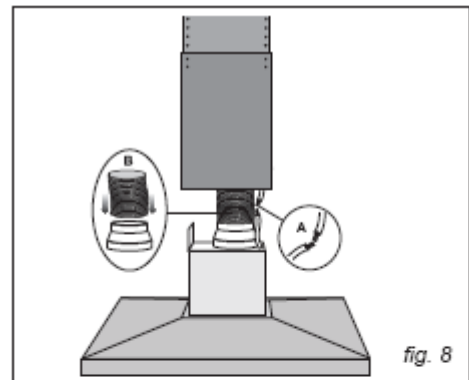

fig. 8
- Efectue de seguida a ligação eléctrica A e a ligação do tubo de evacuação de ar a B mantendo o tubo elevado (fig. 8).